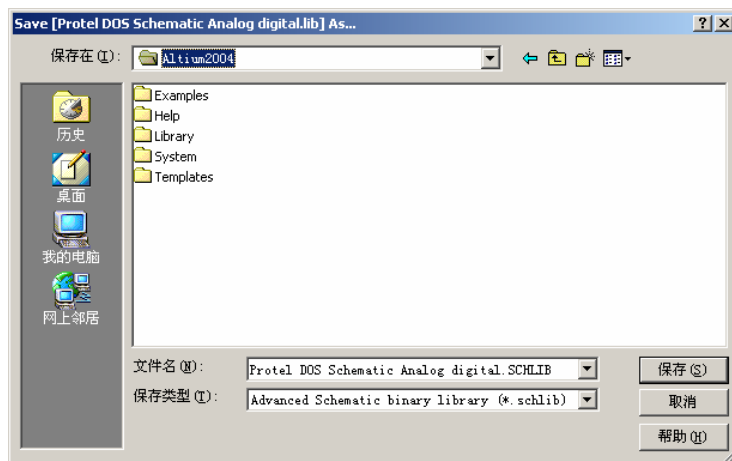

图 5.36 “Save[Protel DOS Schematic Analog digital.lib]As”对话框
(4) 在“Projects”工作面板的文件列表中双击“Protel DOS Schematic Analog digital.lib”文件，将其打开。
(5) 在主菜单中选择“File”->“Save As...”命令，打开如图 5.36 所示的“Save[Protel DOS Schematic Analog digital.lib]As”对话框。